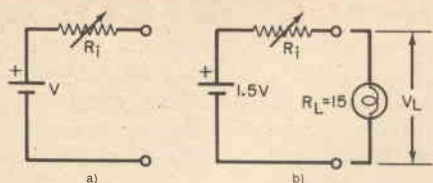

Fig. 20
A) **Sorgenti indipendenti** - Le sorgenti ideali di tensione e di corrente che abbiamo usate possono essere denominate sorgenti indipendenti. Il valore di una sorgente indipendente di tensione o di corrente è specificato ed è indipendente dal circuito cui è collegato. Combinando sorgenti indipendenti ideali e resistori, si possono costruire modelli per molti dispositivi fisici. Con l'uso continuato, per esempio, la tensione di una batteria diminuisce. Collegando una sorgente ideale di tensione indipendente in serie con un resistore, come si vede nella fig. 20-a, si può costruire il modello di una batteria che riflette questo comportamento. Il resistore  $R_1$  viene denominato resistenza interna della sorgente. Nella fig. 20-a è rappresentato come un resistore variabile, perché, per una batteria, il suo valore aumenta con l'uso e l'invecchiamento.
**Esempio 19** - Una batteria da 1,5 V, che è rappresentata dal modello della fig. 20-a, viene collegata ad una lampadina, come si vede nella fig. 20-b. La resistenza della lampadina,  $R_L$ , è di 15  $\Omega$ . Quando la batteria è fresca,  $R_1$  è circa zero  $\Omega$ . Con l'uso, supponiamo che  $R_1$  aumenti a 15  $\Omega$ . Determinare le tensioni ai capi della lampadina per queste due condizioni. Soluzione: per  $R_1 = 0$ ,  $V_L = 1,5$  V. Per  $R_1 = 15$   $\Omega$ ,  $V_L = 1,5 \times 15 / (15 + 15) = 0,75$  volt.